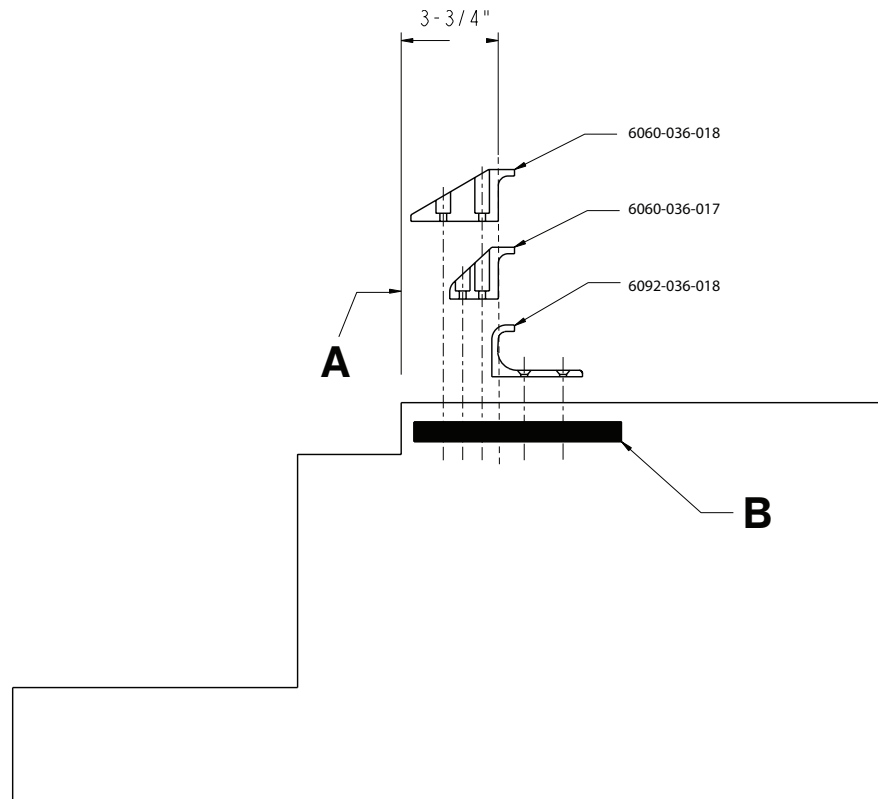

Figura 8 – Colocación del gancho de seguridad del vehículo
2. Sitúe el gancho de seguridad del vehículo al menos a 3-3/4 in (9,5 cm) del borde delantero del umbral de la puerta (A) (Figura 8). La distancia recomendada desde la cara del gancho de seguridad es de al menos 3-3/4 in (9,5 cm).